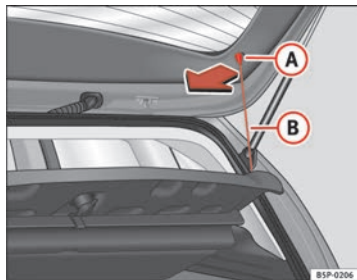

Fig. 124 Bandeja portaobjetos
- Desenganche los tirantes → fig. 124 (B) de los alojamientos (A).